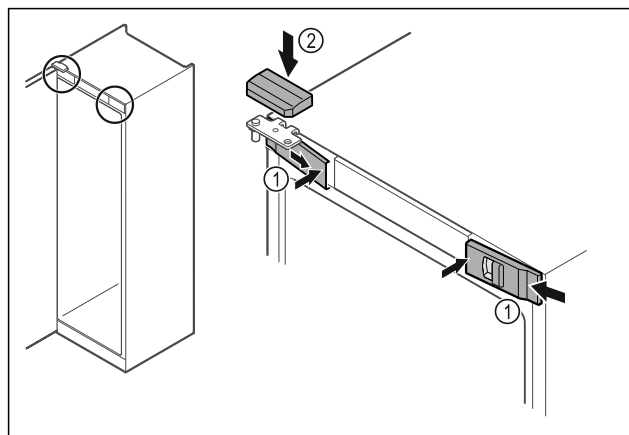

Fig. 48
- Haka fast skydden fram Fig. 48 (1) på sidan och sätt på dem på insidan.
- Sätt på det övre skyddet Fig. 48 (2) uppifrån.